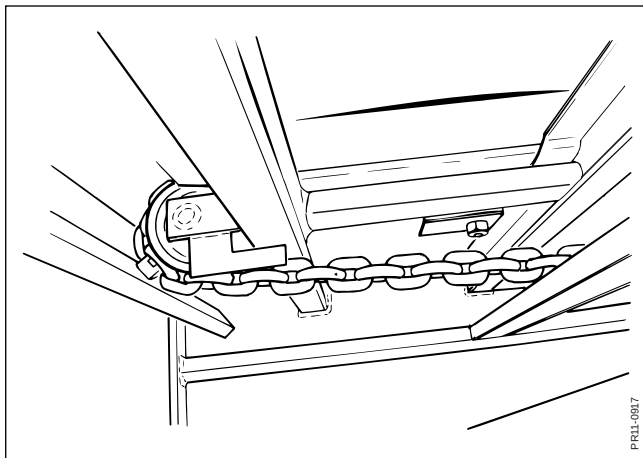

Fig. 5-7
- Fig. 5-7** Kontramøtrikkerne **A** løsnes og stilleskruerne **B** i begge sider spændes lige meget.